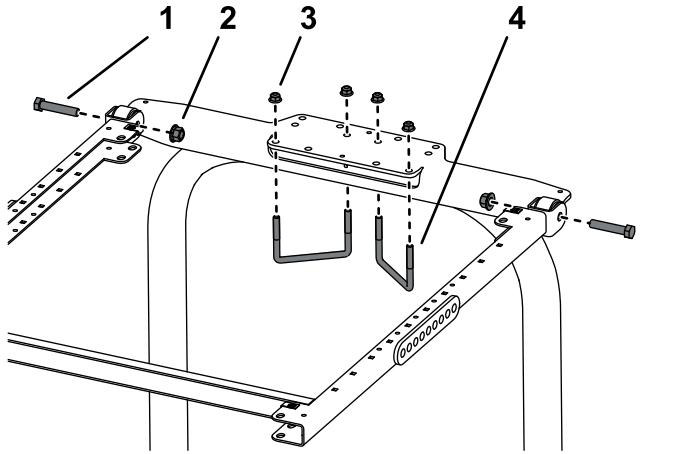

図 46
- ROPS 取り付けブラケットを、スプレーヤの ROPS の上部にセットする図 46。
- ROPS 取り付けブラケットにフレームアセンブリを取り付ける図 46。
- 図 46 に示されている取り付け穴を利用して、ROPS 取り付けブラケットを ROPS 上部に取り付ける U ボルト $4-1/2 \times 2-3/4$ " 2 本とフランジナット 4 個を使用する。